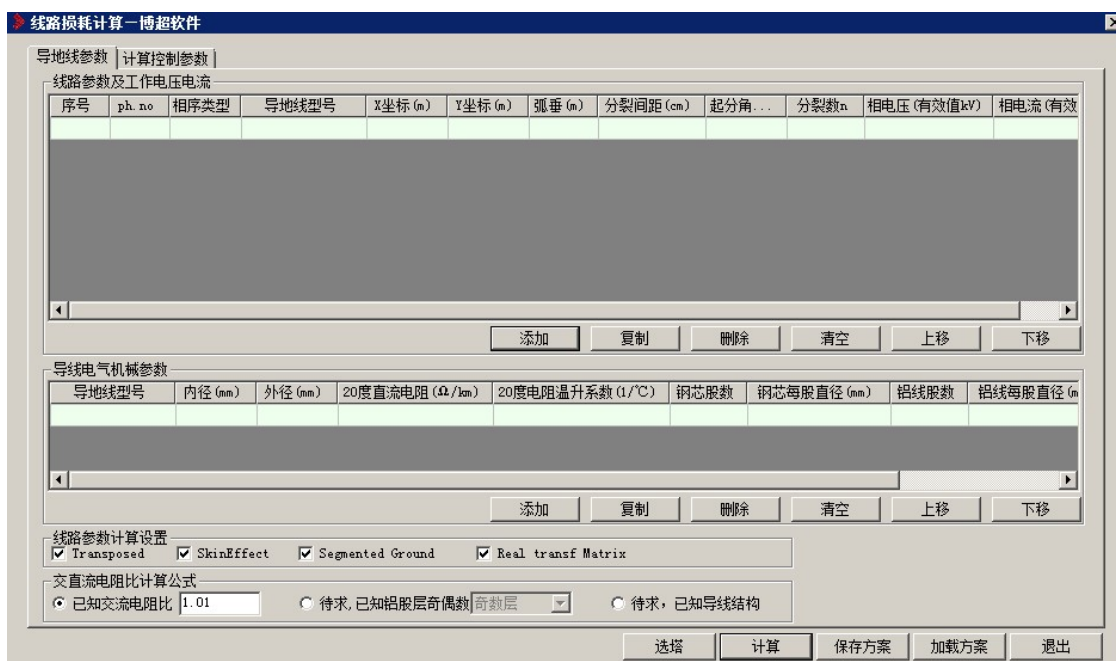

图 11.7- 1 线路损耗计算
**线路损耗计算** 线路损耗计算主要用于计算导线损耗、地线损耗和电晕损耗。点击按钮，弹出界面如图 11.7- 1 所示：
【选塔】：选择要计算的杆塔，弹出界面如图 11.7- 2 所示：